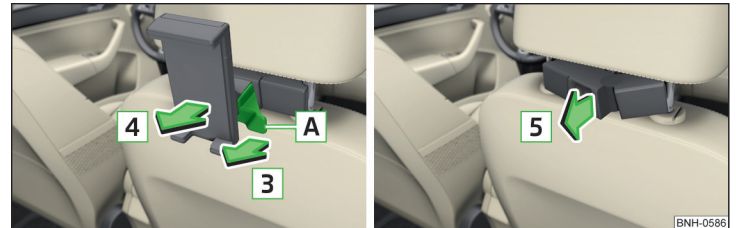

Abb. 97 **Abnehmen: Halter / Adapter**
- Zum **Abnehmen** an der Sicherungslasche **A** in Pfeilrichtung **3** ziehen und den Halter in Pfeilrichtung **4** aus dem Adapter nehmen » **Abb. 97**.